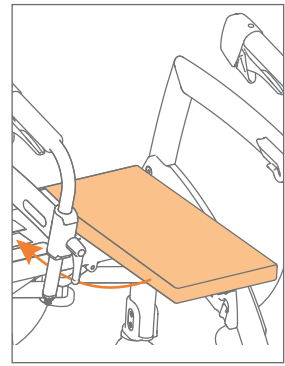

Abbildung 12: Ziehen Sie das Kissen ab und befestigen Sie es auf dem Sitz.
- c. Ziehen Sie das Sitzkissen ab und legen Sie es gerade auf den Sitz (**Abbildung 12**).